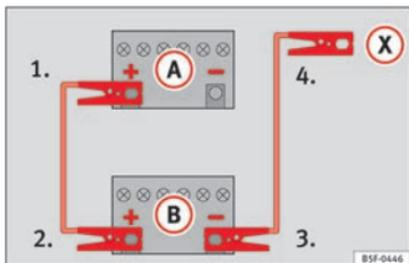

Fig. 69 Schéma de branchement pour les véhicules non équipés du système Start-Stop.
» » fig. 69.
3. Raccordez l'autre extrémité du câble de démarrage rouge à la borne positive (+) du véhicule fournissant le courant (B).
4. Sur les véhicules sans système Start-Stop : raccordez une extrémité du câble d'urgence noir à la borne négative (-) du véhicule fournissant le courant (B) » » fig. 69.